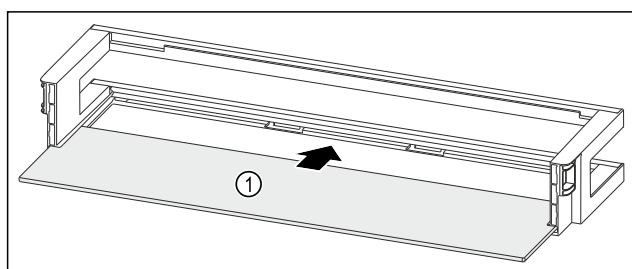

Fig. 139 Dveřní přihrádka s odkládací plochou
- Odkládací plochu Fig. 139 (1) zasuňte do bočních vybrání.